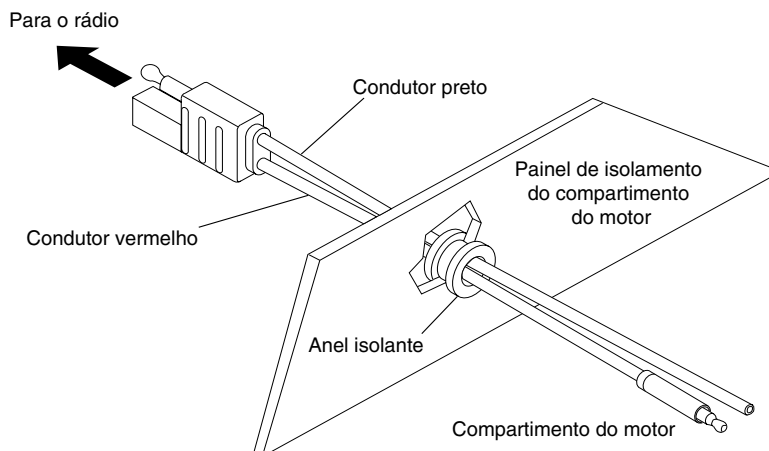

Figura 2-1. Percurso do cabo de alimentação no interior do compartimento do motor.
3. Passe os condutores vermelho e preto (sem os terminais de conexão) através do orifício de acesso desde o interior do veículo até o compartimento do motor. (Ver Figura 2-1).